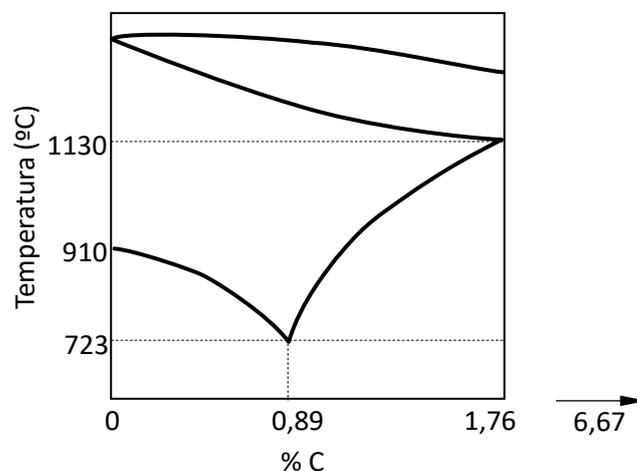

Figura 1. Diagrama de equilibrio Hierro-Carbono en la zona de los aceros.
**Pregunta 1. Realice las tareas indicadas en esta pregunta cuya puntuación se indica en las mismas.** Disponemos de una aleación Hierro-Carbono de 180 kg con el 0,39 % de Carbono. A partir del diagrama de equilibrio Hierro-Carbono en la zona de los aceros de la Figura 1, se pide calcular: